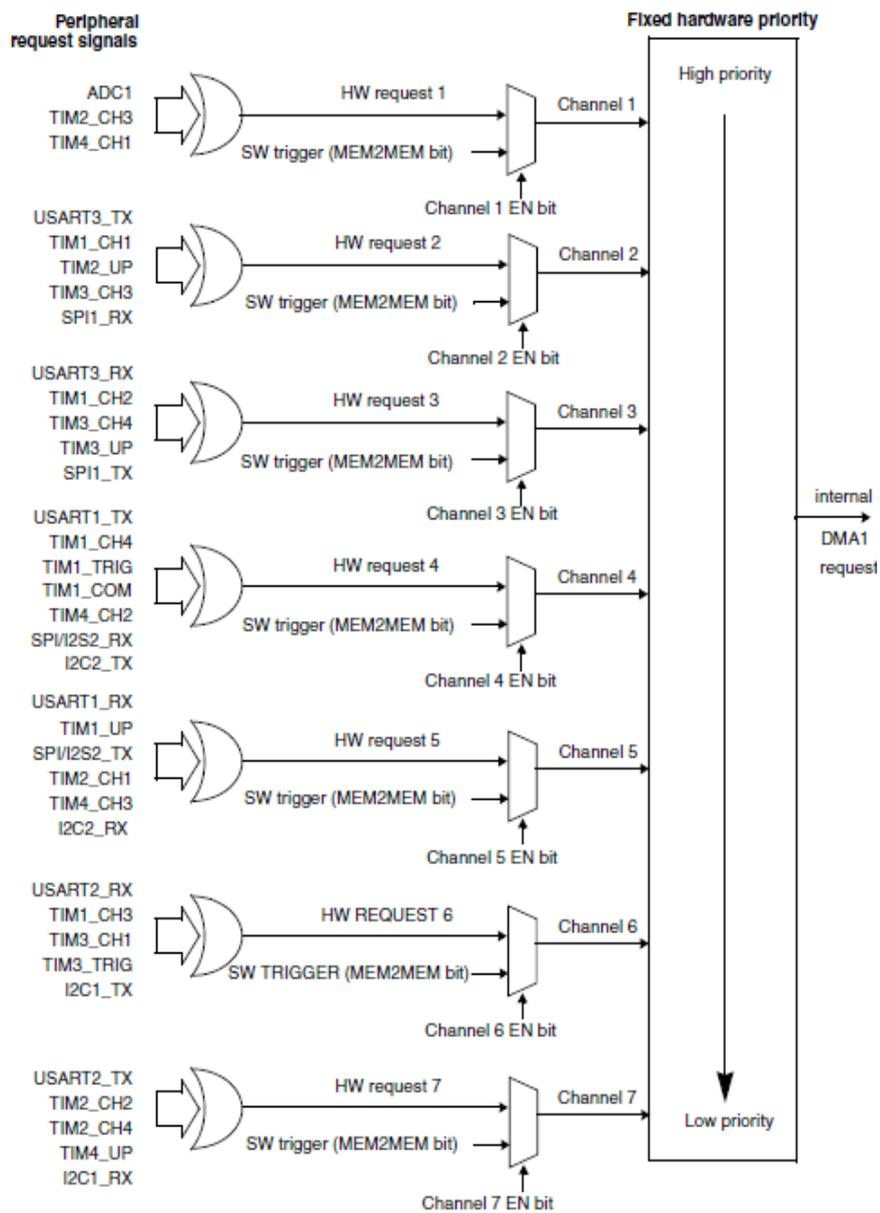

Рис. 1.10 – Запросы ПДП контроллера DMA1
- За каждым каналом закреплены **аппаратные запросы** определенных периферийных устройств и возможность формирования **программного запроса MEM2MEM** (рисунок 1.10). Аппаратные запросы активируются в регистрах управления соответствующих периферийных устройств, а программные – в регистре конфигурации КППД **DMA\_CCRx**, где x – номер канала.